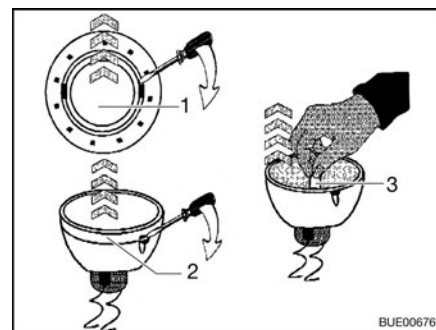

Fig. 182 Remplacer l'ampoule halogène
- Desserrer la bague de recouvrement intérieure (Fig. 182,1) du boîtier avec un tournevis.
- Défaire la bague de recouvrement avec le panneau en verre (Fig. 182,2) de la partie inférieure de la lampe halogène encastrée à l'aide d'un tournevis.
- Retirer l'ampoule halogène (Fig. 182,3).